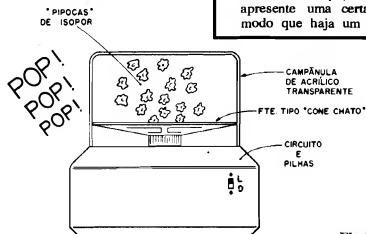

Fig. 8
- FIG. 8 - A PIPOQUEIRA... - O diagrama ilustra a razão do alto-falante de "cone plano"... Numa caixa redonda e baixa podem ficar os módulos do GRUB e do esquema 7-B, incluindo as pilhas para alimentação (no caso, 4 ou 6 pilhas pequenas, num suporte...). Sobre a caixa, fica o alto-falante, com a "cara" pra cima, dentro de uma campânula de acrílico transparente (pode ser aproveitada de containers de uso doméstico os mais diversos... Na cozinha da mamãe ou da esposa e do Leitor/Hobbysta encontrará algo assim...). É importante que o cone plano do alto-falante fique, internamente, como "base" do ambiente da campânula, e que esta apresente uma certa altura, de modo que haja um espaço livre